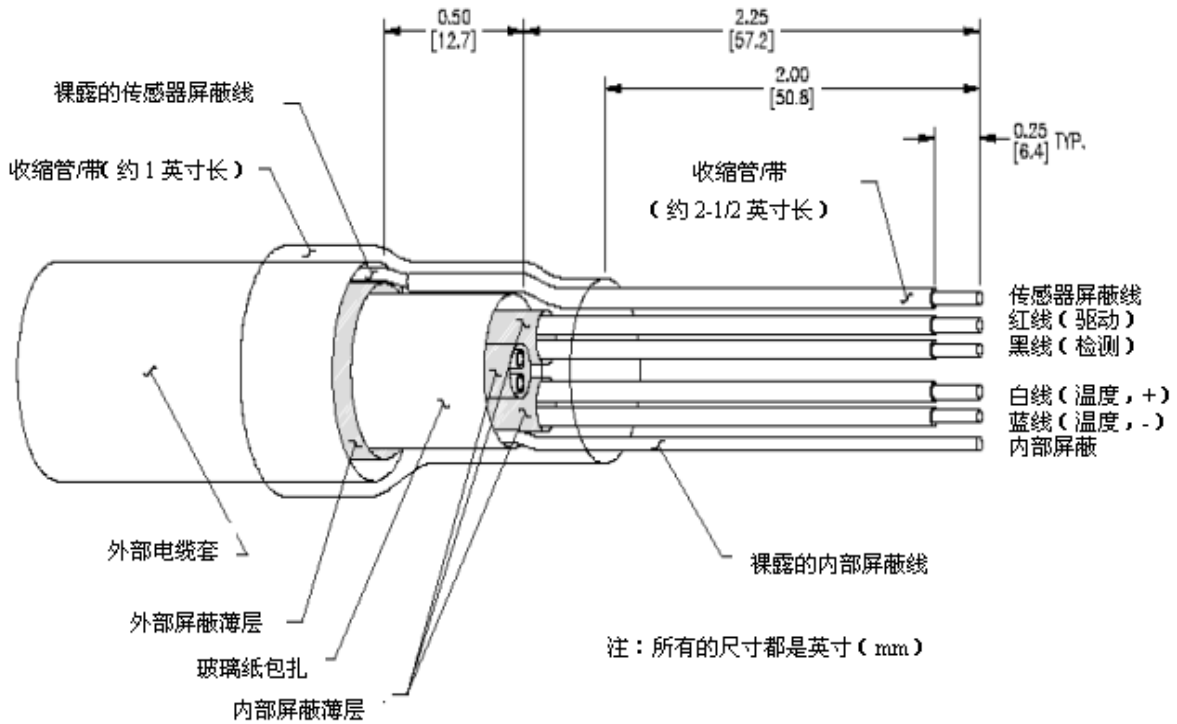

图 2-3 连接电缆接线端详图
要正确地进行连接电缆各线端的接线,参考图 2-3,按照下面这个流程进行:
- 小心地定位 2-1/2 英寸长的收缩管或者胶带于裸露的传感器屏蔽线距离线端 1/4 英寸，如图 2-3 所示，将其与内部屏蔽线绝缘并区分开。这样做将使 1/4 英寸裸露的屏蔽线露出收缩管或者胶带，从而方便连接。
- 小心地定位 1 英寸长的收缩管或者胶带于电缆上，如图 2-3 所示来保护线。